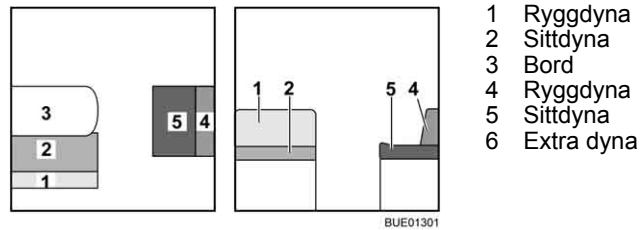

Bild 118 Före ombyggnaden
- Bygg om bordet (Bild 118,3) till sängbotten (se avsnitt 6.10).
- Tag bort ryggdynan (Bild 118,1) och lägg den åt sidan.